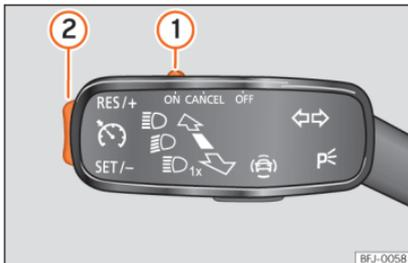

Abb. 174 Am Blinkerhebel: Bedienelemente zur Bedienung der GRA.
- Schieben Sie den Schalter »» **Abb. 174** ① bis **ON**.
- Drücken Sie die Taste »» **Abb. 174** ② im Bereich **SET/-**.
- Schieben Sie den Schalter »» **Abb. 174** ① bis **CANCEL** oder treten Sie auf die Bremse.
- Drücken Sie die Taste »» **Abb. 174** ② im Bereich **RES/+**.
Während der GRA-Regulierung kann die gespeicherte Geschwindigkeit mit der Taste »» **Abb. 174** ② eingestellt werden:
- Um in Schritten von 1 km/h [1 mph] zu erhöhen, drücken Sie kurz die Taste »» **Abb. 174** ② im Bereich **RES/+**.
- Um die Geschwindigkeit kontinuierlich zu erhöhen, halten Sie die Taste »» **Abb. 174** ② im Bereich **RES/+** gedrückt.
- Um in Schritten von 1 km/h [1 mph] zu reduzieren, drücken Sie kurz die Taste »» **Abb. 174** ② im Bereich **SET/-**.
- Um die Geschwindigkeit kontinuierlich zu verringern, halten Sie die Taste »» **Abb. 174** ② im Bereich **SET/-** gedrückt.
- Schieben Sie die Taste »» **Abb. 174** ① auf **OFF**.